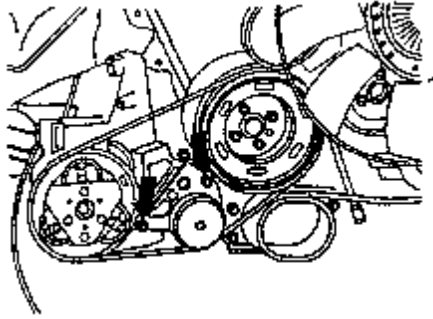

图 4-14 拆卸压缩机张紧轮固定螺栓
(15) 对于装有手动变速器的车型，拧开变速器上的倒车灯开关插头。
(16) 对于所有车型在拆卸多楔皮带前，应用粉笔标出旋转方向。若皮带沿错误方向旋转，则可能导致断裂。安装时，须确保皮带正确坐落在皮带轮槽内。
(17) 对于装有空调的车型，拧松空调压缩机多楔皮带张紧轮的固定螺栓（图 4-14 箭头所示），松开皮带并拆下，拆下压缩机，并用绳子将其固定在车身上。注意切不可打开空调制冷环路。